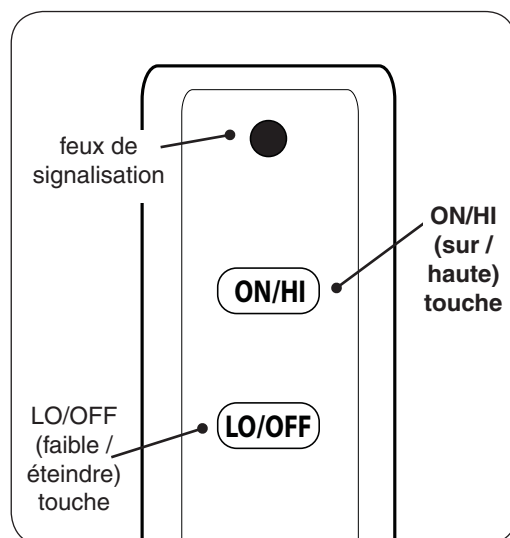

Fig. 22-1 Détail télécommande
- Localiser la télécommande et appuyez sur le touche **ON/HI** (voir Fig. 22-1). La séquence d'allumage commence.